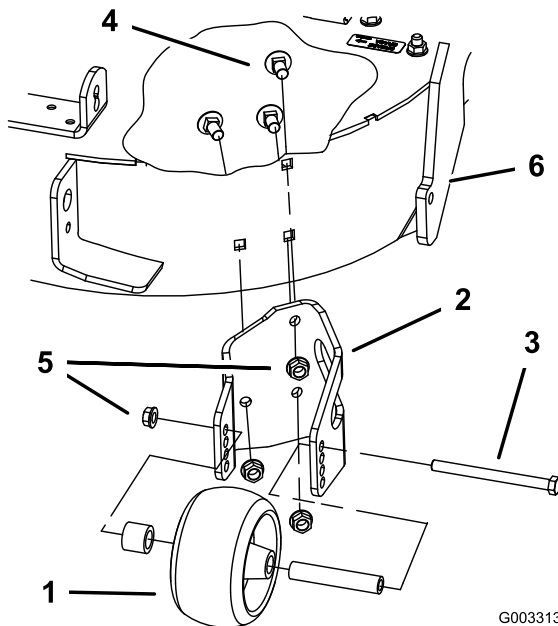

Figura 4
2. Retire el rodillo protector del césped del soporte aflojando y retirando la tuerca con arandela prensada (3/8") y el perno del eje (3/8" x 4-1/2"), según se muestra en Figura 4. Guarde todos los herrajes para su uso posterior.
3. Retire los tres pernos de cuello cuadrado (3/8" x 3/4") y las tuercas con arandela prensada (3/8") que sujetan el soporte al cortacésped (Figura 4).